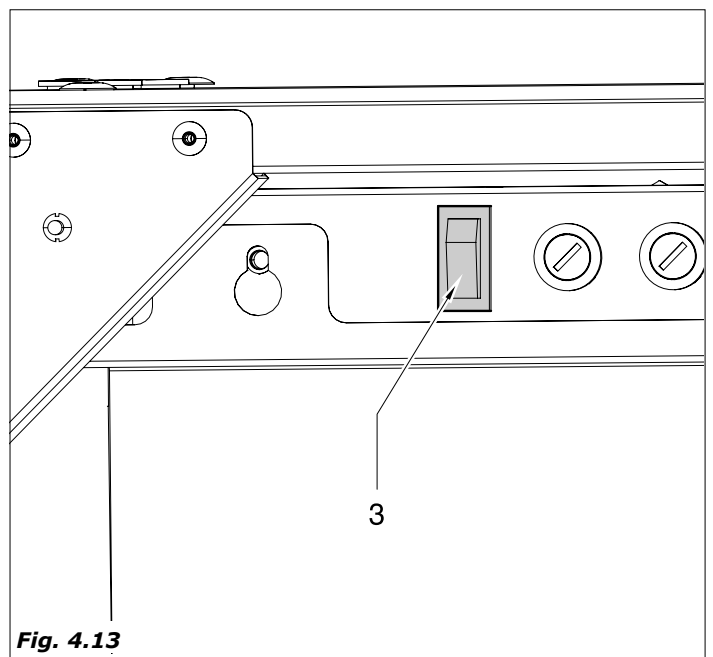

Fig. 4.13
- Para los casos en que es necesario trabajar con la puerta abierta y la máquina conectada, es posible, para el técnico instalador, trabajar de esta forma, introduciendo y girando 90° la llave especial de plástico en el interruptor de puerta del distribuidor automático (Fig. 4.13 pos.3).
- introducir la llave en el interruptor de puerta (Fig.4.13)